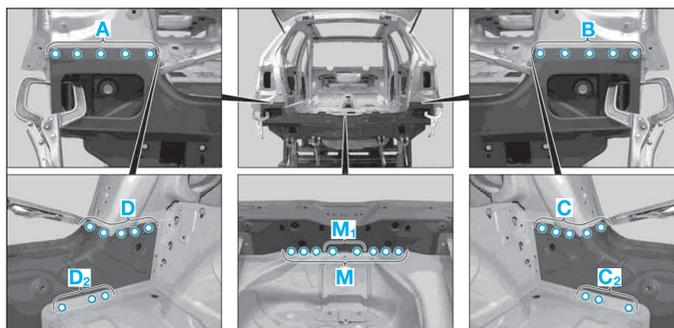

FIG. 117
- Percer des trous (Ø 6,5 mm) dans les zones (A), (B), (C), (C₂), (D), (D₂), (M) et (M₁) (Fig.117).